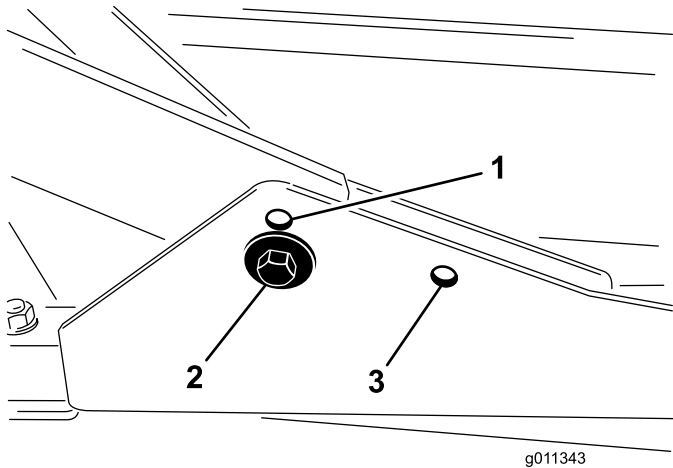

图8
1. 如果剪草高度介于 2~7.6cm 之间，请将前承载架安装在下方的前安装孔内（图8）。
2. 如果剪草高度介于 6.3~10cm 之间，请将前承载架安装在上方的前安装孔内（图8）。
对于所有剪草高度，后剪草刀盘都应安装在后安装孔内（图8）。